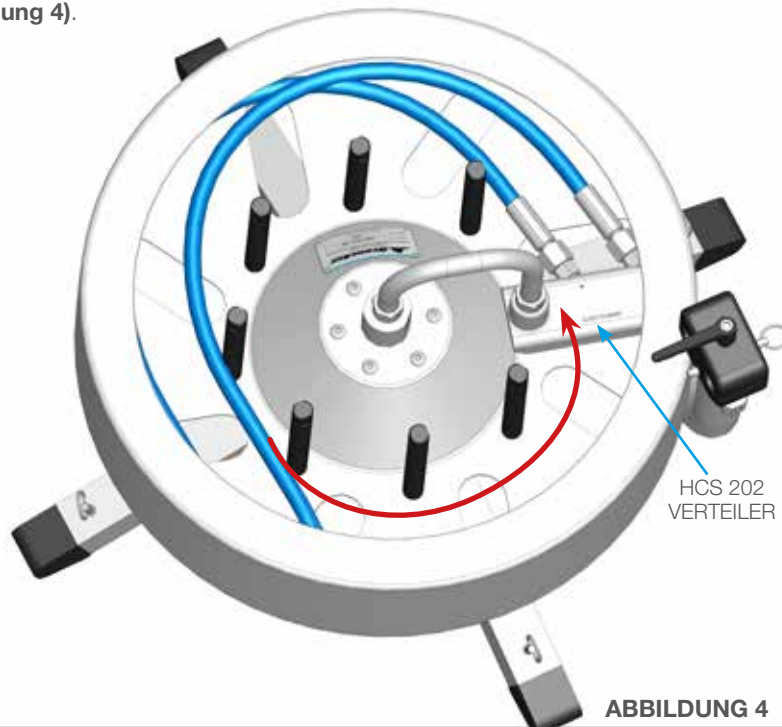

ABBILDUNG 4
1. Schrauben Sie die Hochdruckschläuche auf den HCS 202-Verteiler und wickeln Sie die restlichen Schläuche in Richtung des roten Pfeils um die Stäbe (**Abbildung 4**).